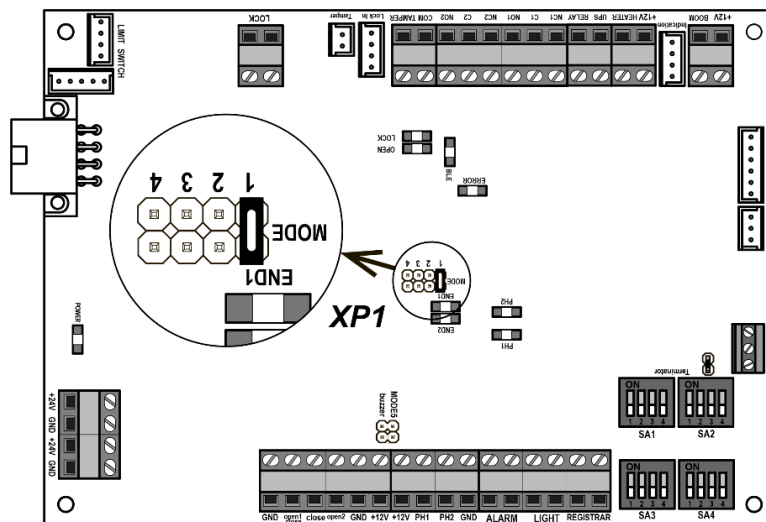

Рисунок 11. Расположение джампера «MODE1» при левостороннем положении стрелы
1. Снимите дверцу, предварительно повернув ключ замка и открутите два винта М6, которые находятся снизу на верхней грани проема дверцы. Аккуратно, чтобы не повредить установленный внутри блок управления, снимите крышку, сдвинув ее за передний край на себя и затем подняв его вверх (см. рис. 11а).